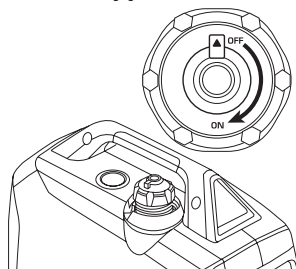

Рис. 2
3. Откройте вентиляционное отверстие на крышке топливного бака в положение ON (рис. 2).